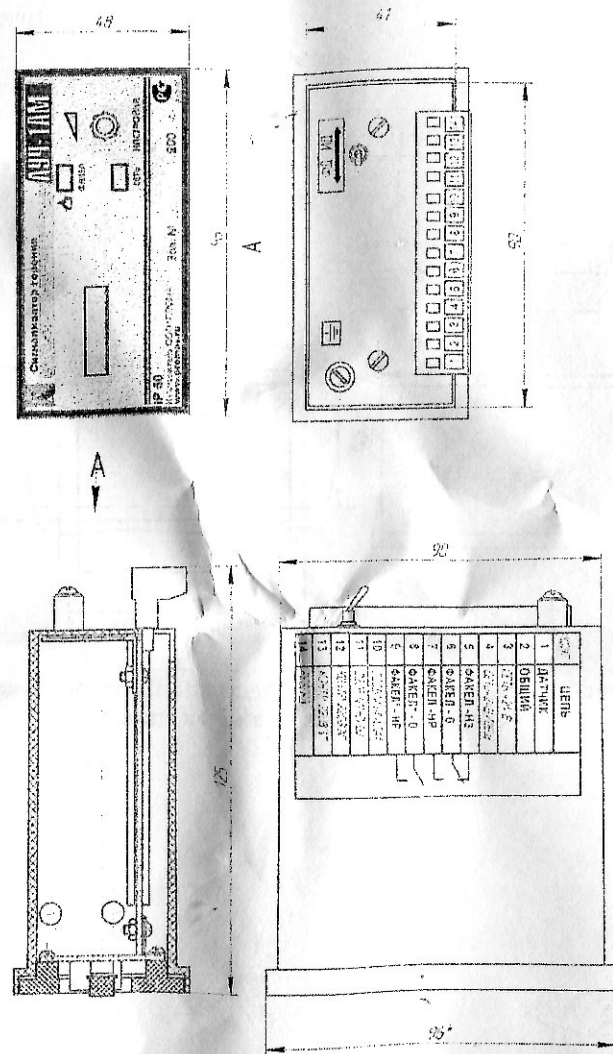

Рис.1.2. Сигнализатор ЛУЧ-1АМ исп. 02
- Рис. 1.2. Сигнализатор ЛУЧ-1АМ исп. 02. Габаритный чертеж.